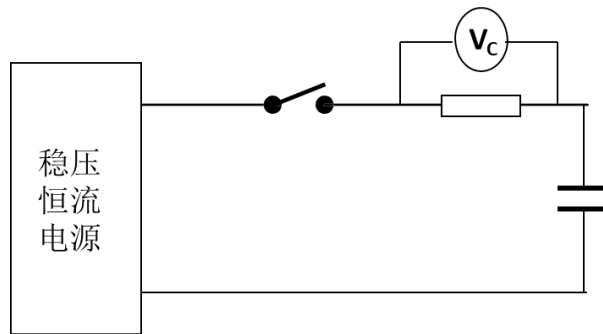

图4 漏电流测试电路图
- 用电压表记录 72h 后保护电阻两端的电压 U_S ，如图 4 所示；